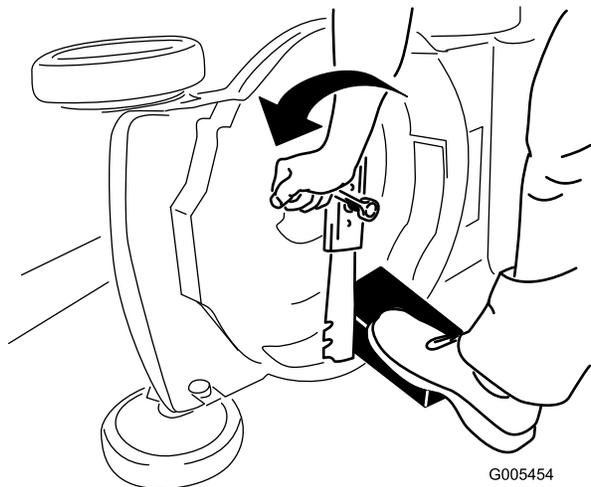

図 24
3. 角材などを使ってブレードをしっかりと保持する **図 24**。
4. ブレードを取り外す。外したボルト類はすべて保管する **図 24**。